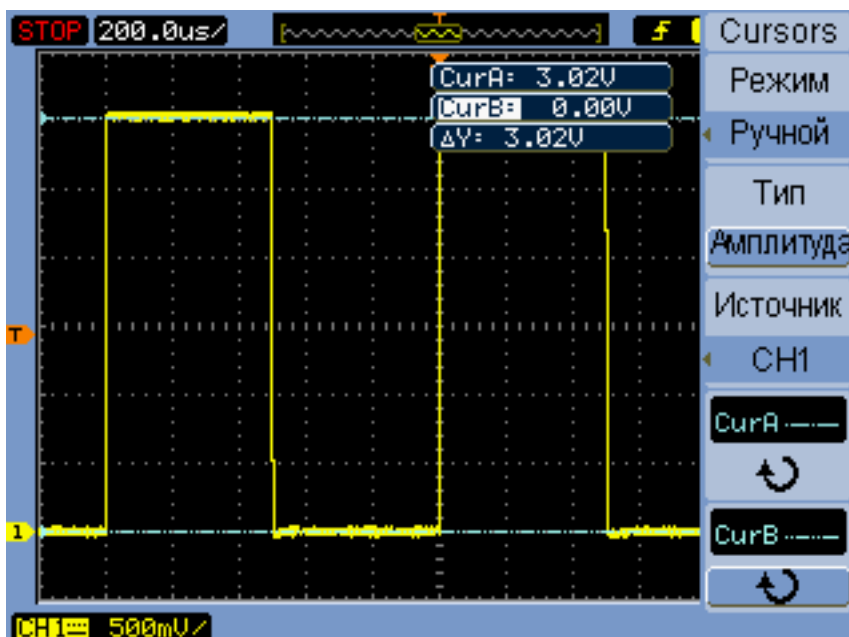

Рис. 11 Использование курсоров амплитуды для измерения двойной амплитуды напряжения сигнала прямоугольной формы
- 24 Поверните ручку **ввода**, чтобы расположить курсор амплитуды В на верхней точке сигнала. Изображение на дисплее осциллографа теперь должно соответствовать **Рис. 11**.